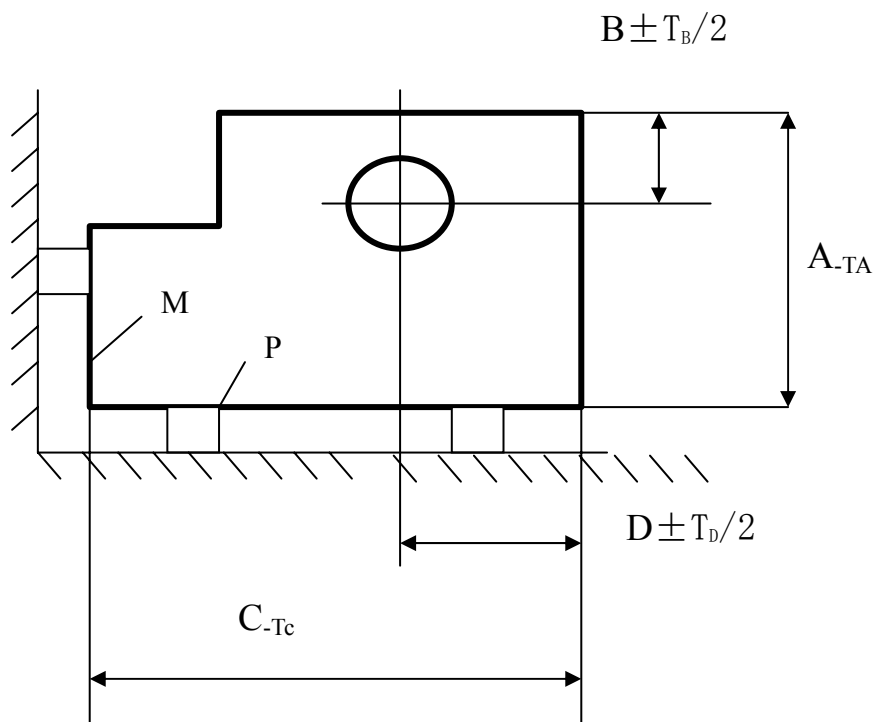

图 13-4
3. 工件定位如图 13-4 所示，欲加工孔，保证尺寸 B、D，请问定位误差分别是多少？